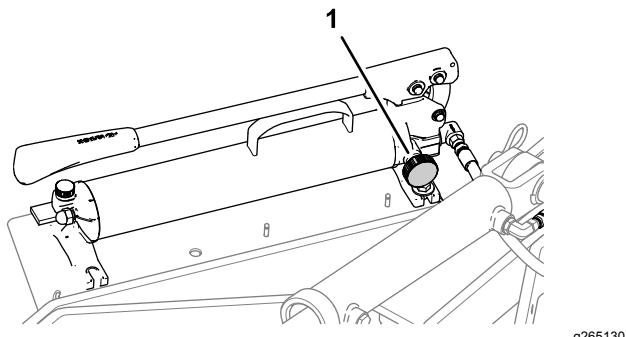

Figure 21
1. Fermez la vanne au bas de la pompe hydraulique manuelle (Figure 21) et actionnez la poignée de la pompe jusqu'à ce que la goupille de verrouillage tourne dans le support de la barre de verrouillage.
6. Refermez la vanne de la pompe hydraulique manuelle (Figure 21) et actionnez la poignée de la pompe pour lever l'aérateur à la position de transport.